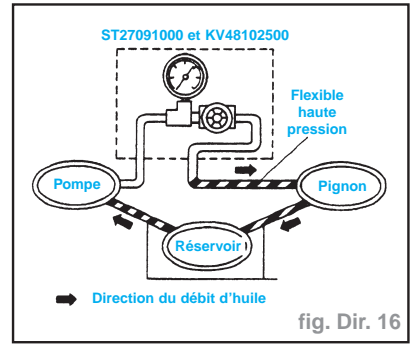

fig. Dir. 16
- Disposer l'outil spécial. Ouvrir la vanne de coupure. Purger l'air hors du circuit (fig. Dir. 16).